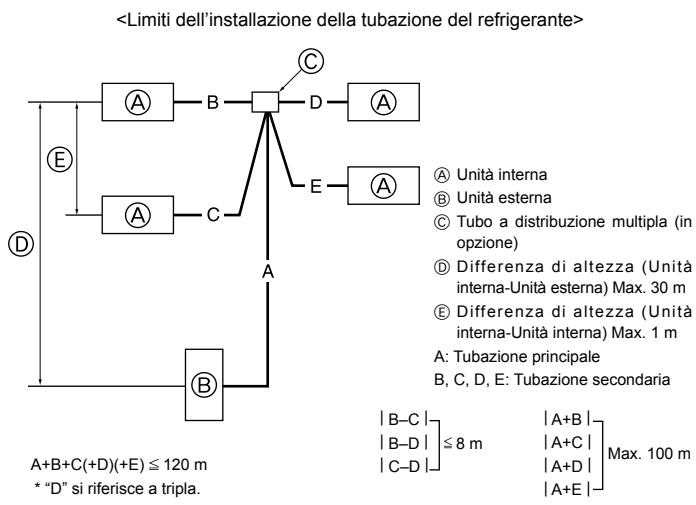

Fig. 4-9
4.8. Per combinazione doppia/tripla/quadrupla (Fig. 4-9)